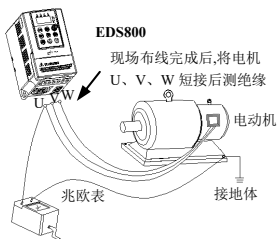

图 1-1 电机绝缘检查示意图
- (1) EDS800 系列变频器为电压型变频器，使用时电机的温升、噪声和振动与工频运行相比较略有增加，属正常现象。
- (2) 如果需要以低速恒转矩长期运行，必须选用变频电机。若使用一般的异步交流电机低速运行时，应监控电机温度或采取强制散热措施，以防烧毁电机。
- (3) 减速箱及齿轮等需要润滑的机械装置在长期低速运行时，可能由于润滑效果变差造成损坏，请事先采取必要措施。
- (4) 若超过电机额定频率运行时，除了考虑电机的振动、噪音增大外，还必须确保电机轴承及机械装置的使用速度范围，请务必事先确认。
- (5) 对于提升设备和大惯性之类的负载，变频器常会因产生过流或过压故障而跳闸，为保证正常工作，应考虑选配适当的制动组件。
- (6) 应通过端子或其它正常的命令通道对变频器进行起停控制。严禁在变频器输入侧使用接触器等强电开关直接频繁起停操作，否则会造成设备损坏。
- (7) 如果需要在变频器输出和电机之间安装接触器等开关器件，请确保变频器在无输出时进行通断操作，否则可能会损坏变频器。
- (8) 变频器在一定的输出频率范围内，可能会遇到负载装置的机械共振点，可设置跳跃频率来避开。
- (9) 使用前，应确认电源电压在允许的工作电压范围之内，否则应做变压处理或订购特种变频器。
- (10) 在海拔高度超过 1000 米的条件下，变频器应降额使用，每增加 1500 米高度输出电流约降低额定电流的 10%。
- (11) 电机在首次使用或长时间放置后再使用之前，应做电机绝缘检查。请使用 500V 电压型兆欧表按图 1-1 所示进行检查，绝缘电阻不得小于 5 M Ω ，否则有损坏变频器的可能。